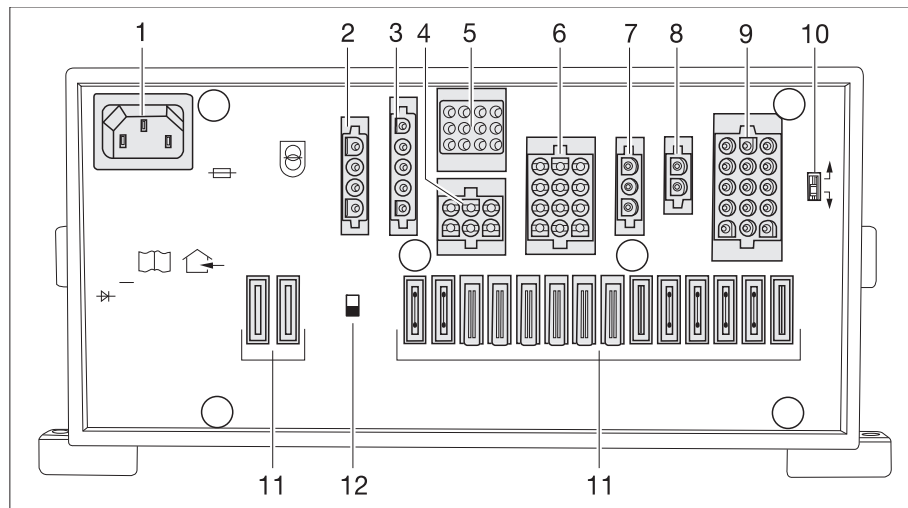

Bild 263 El-block (EBL 119)
- ▷ Batteribrytaren (Bild 263,12) skiljer alla förbrukare som är anslutna på el-blocket från 12 V-nätet.
- ▶ När batteriväljaren (Bild 263,10) är felaktigt inställd kan knallgas bildas. Explosionsrisk!
Med batteriväljaren (Bild 263,10) kan el-blockets laddningsmodul ställas in för fordonets bodelsbatteri ("bly-gel", "bly-syra" eller AGM).